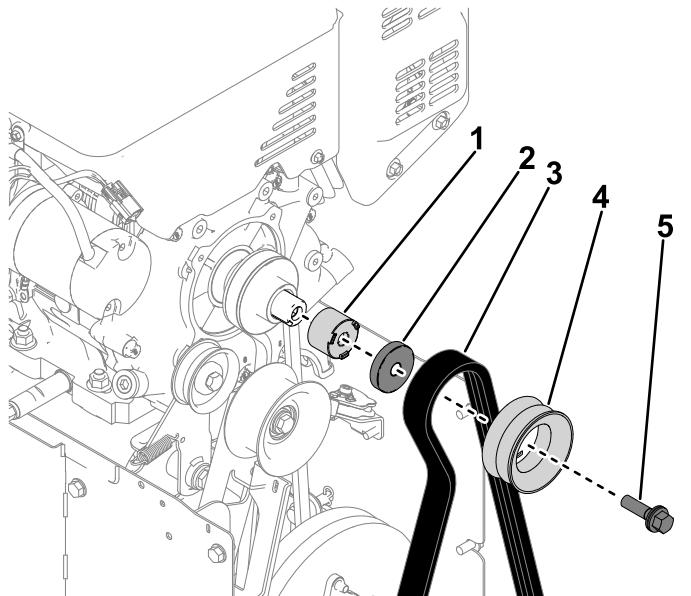

Bild 7
2. Entfernen Sie die Schraube (7/16" x 1 3/4"), mit der die Räumwerkscheibe an der Welle befestigt ist. Entfernen Sie die Riemscheibe, den Räumwerkriemen, den Riemscheibenträger und die Distanzscheibe von der Welle (**Bild 7**).